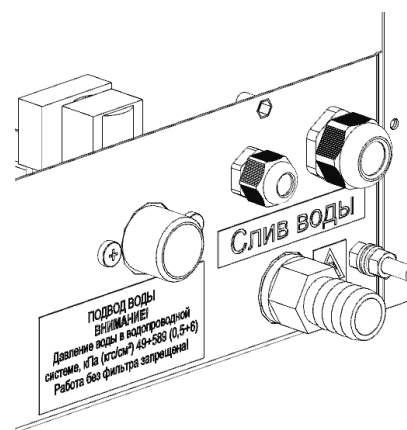

Рис. 6
3. На основании пароконвектомата (сзади) снять заглушку и в отверстие установить кабельный ввод КГВ-9 из комплекта зонта (см. Рис. 6);